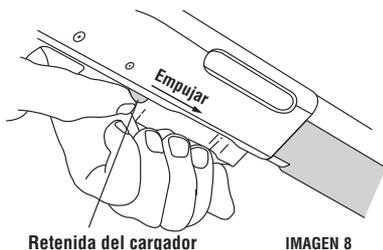

IMAGEN 8
4. Empuje la retenida del cargador hacia delante. Véase la Imagen 8. Extraiga el cargador del cajón de mecanismos.